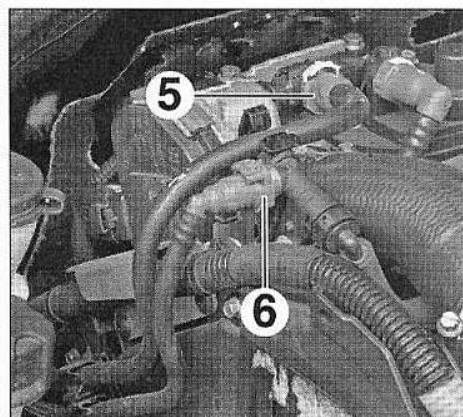

FIG.109
- Débrancher les raccords des canalisations d'alimentation (5) et de retour de carburant (6) (Fig.109).